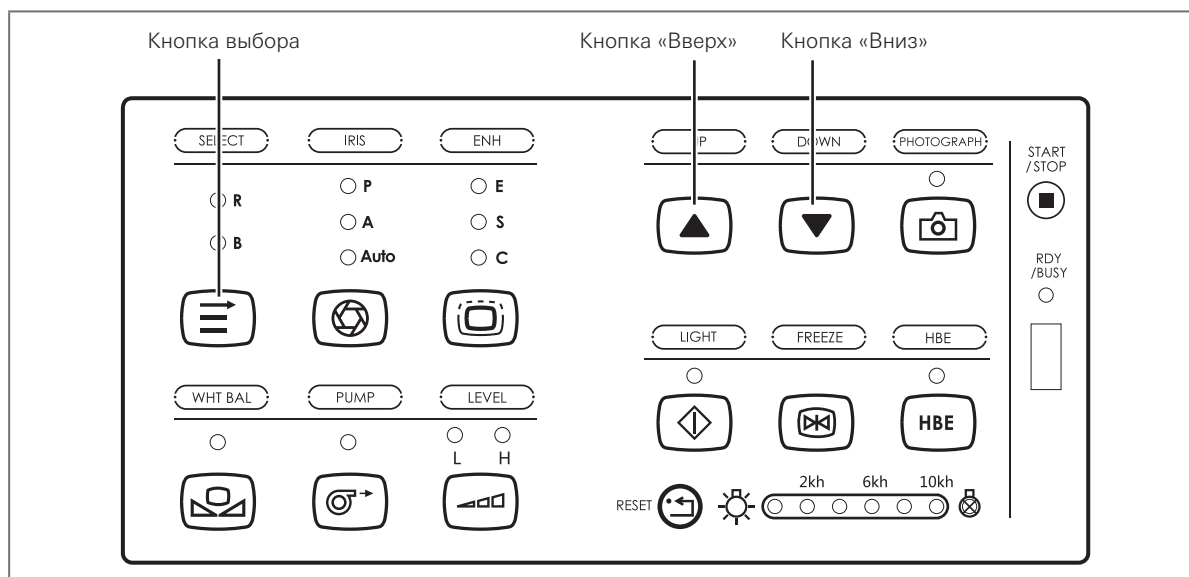

Рис. 4.6
1. Нажмите на кнопку выбора, чтобы выбрать настраиваемый параметр (см. рис. 4.6).